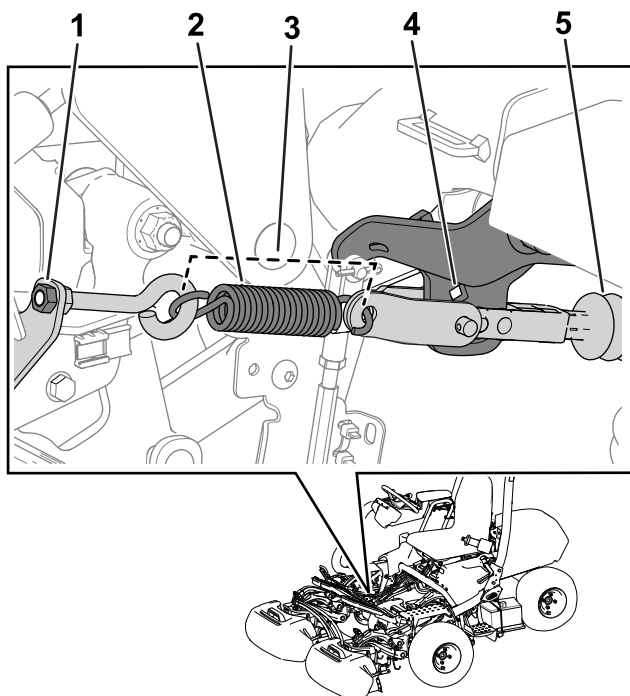

Рисунок 32
Примечание: См. Рисунок 32 для выполнения данной процедуры.
5. Снимите натяжение пружины, ослабив гайку, которая крепит болт с проушиной к кронштейну пружины (Рисунок 32).
3. Установите пружину, как показано на Рисунок 32.
4. Затяните гайку болта с проушиной, чтобы длина установленной пружины составила 11,4 см (Рисунок 32).